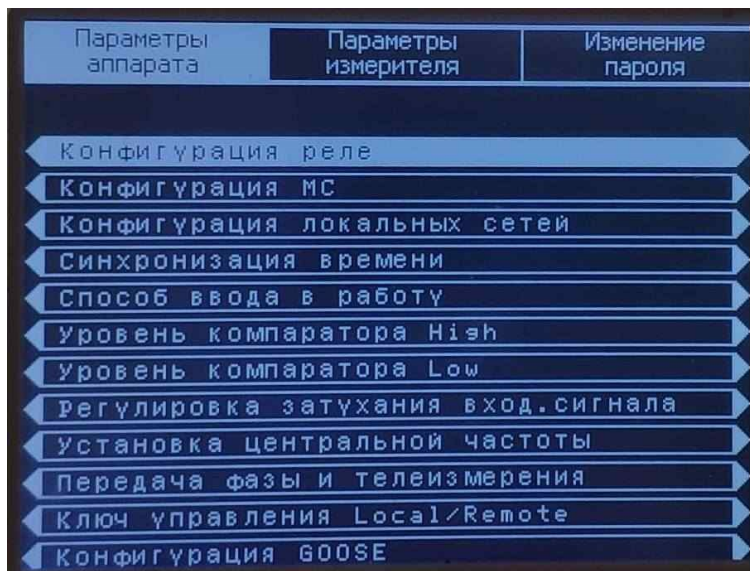

Рисунок 6 – Підрозділ « Параметри апарату»
2.1. «Параметри апарата» - підрозділ призначений для зміни або перегляду параметрів «ОРИОН» АПК RX (див. рисунок 6).